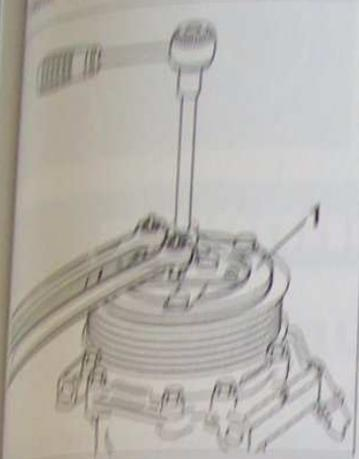

FIG.18
Mettre le plateau (1) d'entraînement (Fig.18)